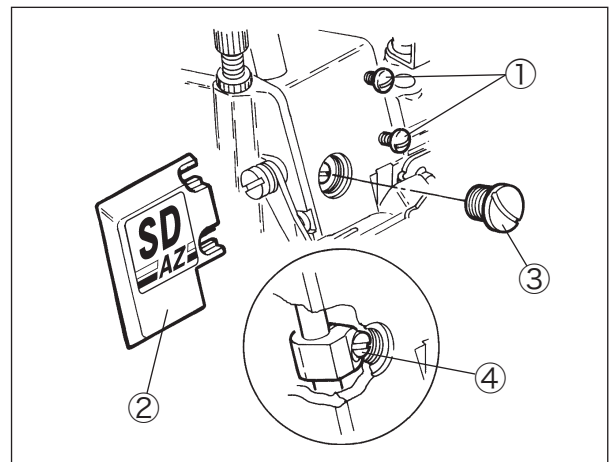

図6-19
- (1) 止ネジ①を緩め、ロゴマーク板②を取り外す。(図6-19)
- (2) 蓋ネジ③を取り外す。
- (3) プーリを回し針棒を最上点にする。
- (4) 針棒抱きの止ネジ④を緩め、針棒を上下させて調節する。